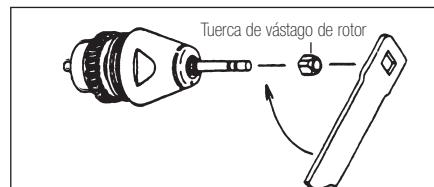

Fig.15
- 3) Finalmente coloque la tuerca del vástago del rotor sobre la fresa de prueba y apriétela firmemente con una llave mientras sujetá el rotor (Fig.15).